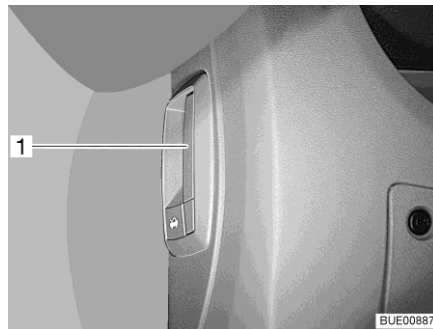

Fig. 50 Levier de déverrouillage capot moteur (dans le véhicule)
- Tirer sur le levier (Fig. 50,1) à gauche sous le tableau de bord ou sur le côté de ce dernier.